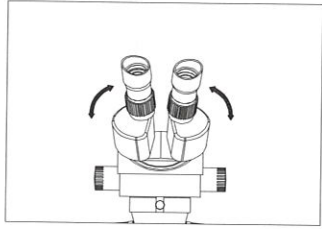

图 4
- (一) 用手握住左右棱镜箱，按图 4 箭头所示方向，转动左右棱镜箱，直到双目观察感到舒适为止。